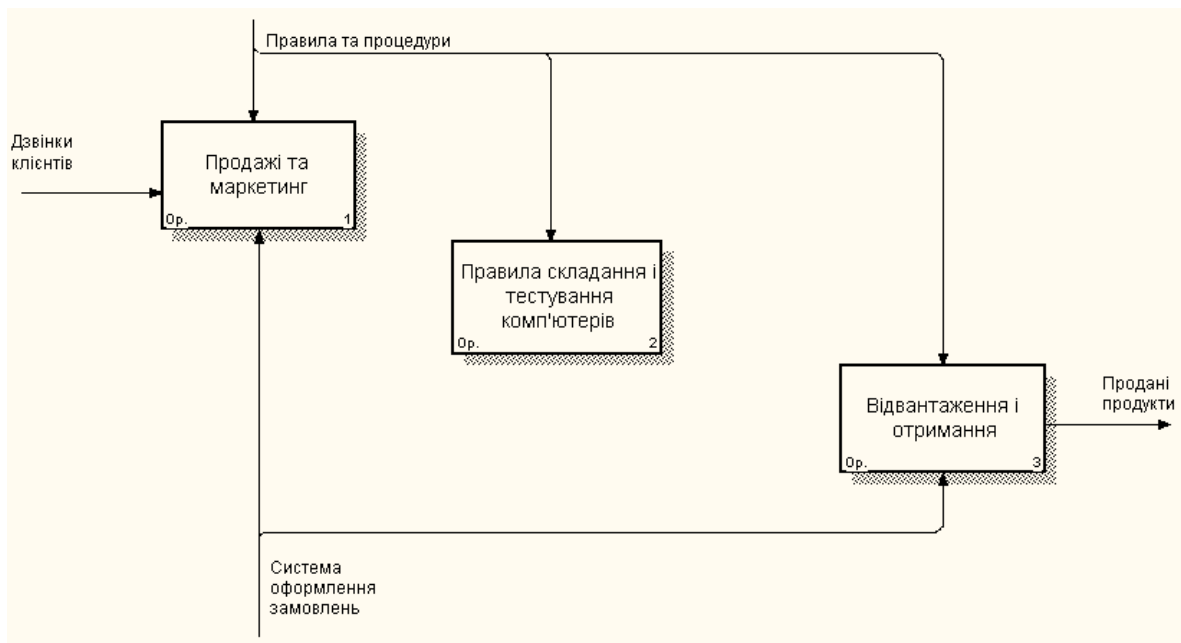

Рисунок 2.4 – Робота «Правила складання і тестування комп'ютерів»
4. Перейменуйте роботу «Складання і тестування комп'ютерів» на «Правила складання і тестування комп'ютерів» (рис. 2.4). Занесіть визначення для гілки «Бухгалтерська система»: «Інструкції щодо складання, процедури тестування, критерії продуктивності і т. ін.». Правою кнопкою мишки клацніть по гілці «Бухгалтерська система», перейменуйте її в «Система оформлення замовлень».